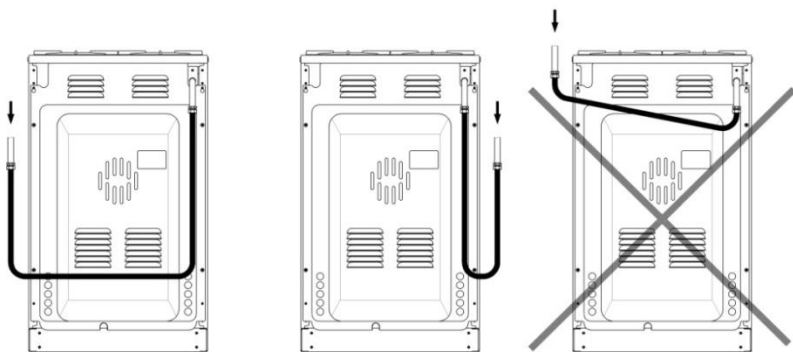

Рис. 2 Положение присоединительного шланга
- гибкий присоединительный шланг не должен проходить в зоне горячего воздуха дымохода и касаться задней стенки плиты (Рис. 2);
Внимание! После установки плиты на место обязательно проверьте положение гибкого шланга подвода газа и шнура питания (Рис. 2)